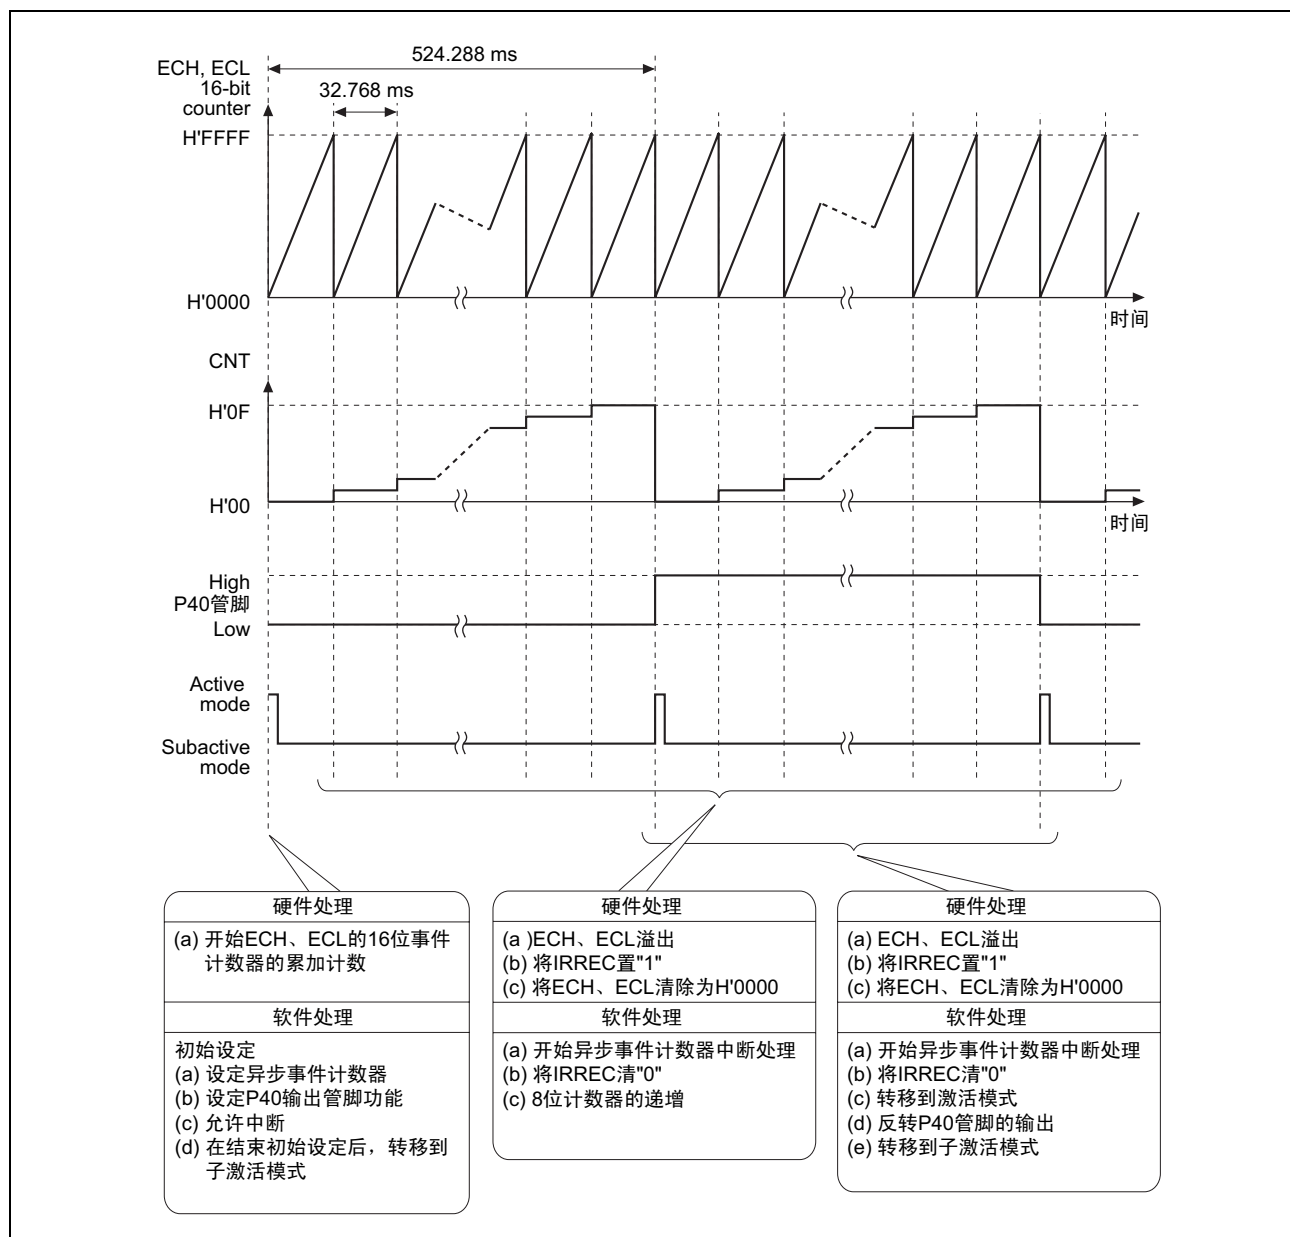

图 3 异步事件计数器的运行说明
(1) 运行说明如图 3 所示。通过如图 3 所示的硬件处理和软件处理，进行异步事件计数器运行。